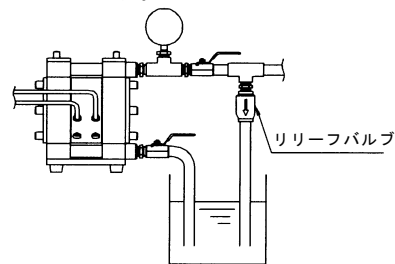

Fig.4.2
- ・ポンプの設置場所の環境によって移送液体の体積変化が大きい場合は、吐出側にリーフバルブを取付けて許容圧力値で開放するようにしてください。（Fig. 4.2参照）